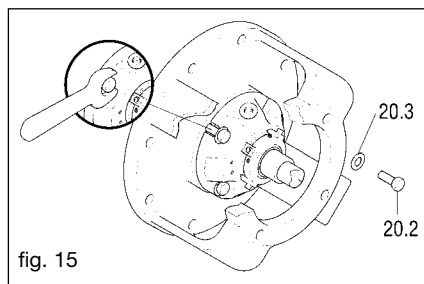

fig. 15
- Aflojar los tornillos (20.2) que fijan la brida de la junta estanca al portamotor (fig. 15).
- Sacar el portamotor (19).
- Sacar la junta estanca (25), el distanciador (31), el portajunta (20) y la guarnición (20.1).
- Apretar bien los tornillos (20.2) (fig. 15) de fijación de la arandela con acción cruzada para evitar tensiones sobre el anillo estacionario de la junta estanca.